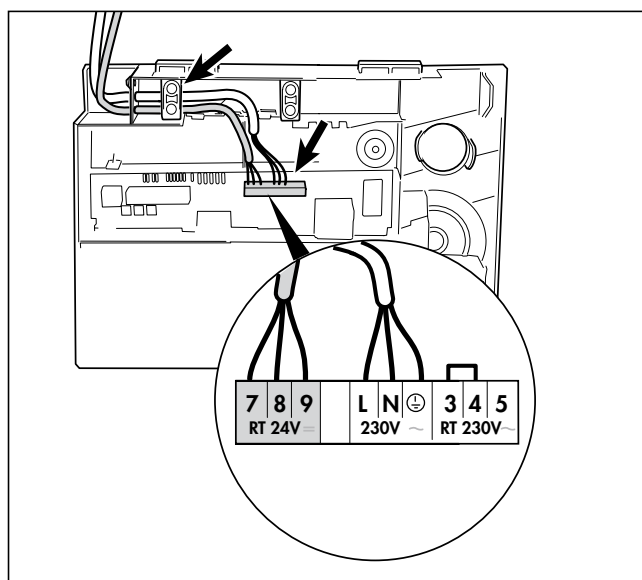

Fig. 4.9 Anslutning av en utegivarreglerutrustning.
- Anslut kablarna till de avsedda kontakterna i Pro-E anslutningarna eller elektronikkontaktplatser enligt fig. 4.9 eller tabell 4.1/2.